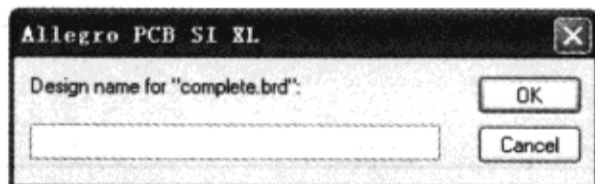
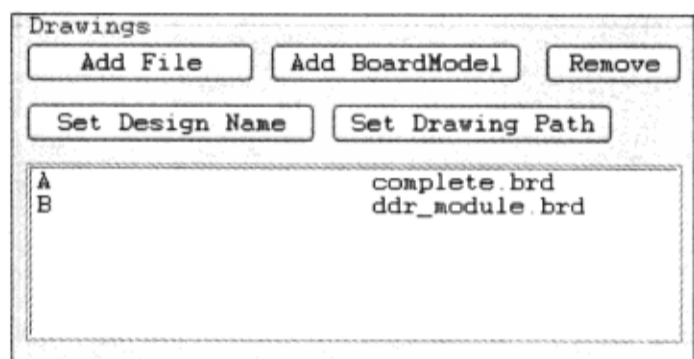

图 5-2-7 添加文件
图 5-2-8 添加 PCB 文件
(6) 在“System Configuration Editor”对话框的“Drawings”区域单击“Add File”按钮→选择“complete.brd”并在“打开”对话框中单击“打开”按钮→添加文件，弹出新的对话框，如图 5-2-7 所示。
(7) 输入“A”→单击“OK”按钮。
(8) 在“System Configuration Editor”对话框的“Drawings”区域单击“Add File”按钮→选择“ddr\_module.brd”并在“打开”对话框中单击“打开”按钮→添加文件，弹出新的对话框→输入“B”→单击“OK”按钮添加 PCB 文件，如图 5-2-8 所示。